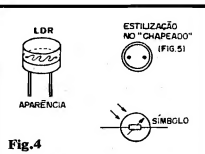

Fig. 4
- FIG. 4 - O LDR - Embora seja um componente já bem conhecido da maioria dos Leitores/Hobbystas, o LDR também "merece" algumas explicações "visuais" adicionais... A figura traz, então, sua aparência padrão, a estilização utilizada pelos desenhistas de APE no "chapeado" da IAPAX e, finalmente, o respectivo símbolo esquemático (ver diagrama da fig. 1). Notem que tanto o formato exato, quanto as próprias dimensões do LDR, poderão va-